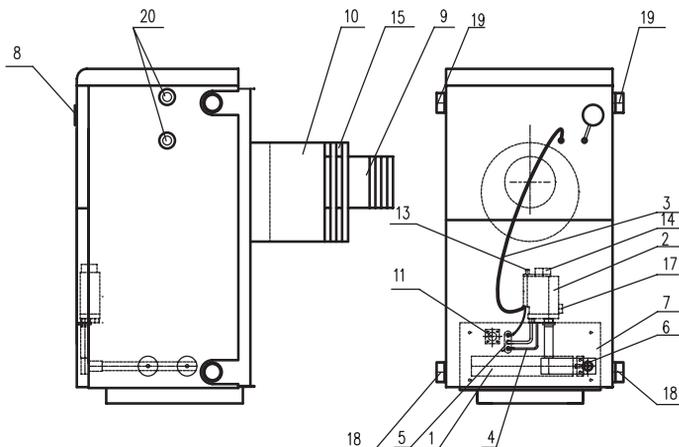
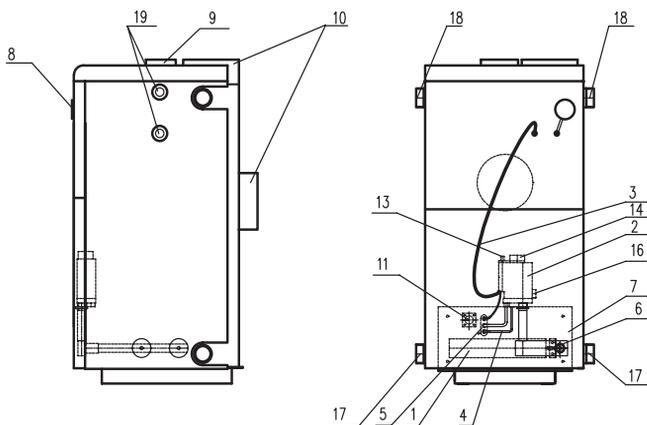

Рисунок 1. Устройство котла с коаксиальным трактом
Рисунок 2. Устройство котла с раздельным трактом
- 5.1. Котел имеет закрытую камеру сгорания, т.е. забор воздуха на горение осуществляется снаружи помещения. Для воздухоподачи и удаления продуктов сгорания котел изготавливается с отдельным или коаксиальным дымоотводящим трактом. При коаксиальном выходе котел (рис.1) комплектуется собственным дымоотводящим трактом, который устанавливается через отверстие в наружной стене здания и система дымоудаления не требует дымоходной трубы. При отдельном выходе котел (рис.2) комплектуется секцией воздухопровода. Снаружи на конец дымоотводящего тракта или воздухопровода устанавливается ветрозащитное устройство-терминал. Котёл представляет собой сварную водотрубную конструкцию, образующую по всему периметру водяную рубашку, окаймляющую топочную камеру. Для горячего водоснабжения в верхней части водяной рубашки размещается змеевик. Топочная камера имеет внешний проем для установки газогорелочного устройства. В панели газогорелочного устройства имеется окно для наблюдения за процессом горения.